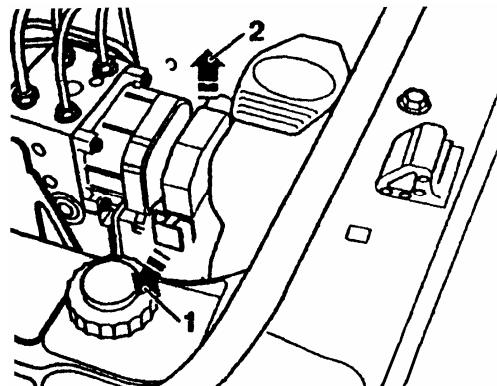

图 13-13 拆下控制单元插头
- (1) 查取收录机防盗码, 断开蓄电池。
- (2) 如图 13-13 所示, 松开 (箭头 1) 并拔下 (箭头 2) 控制单元插头。